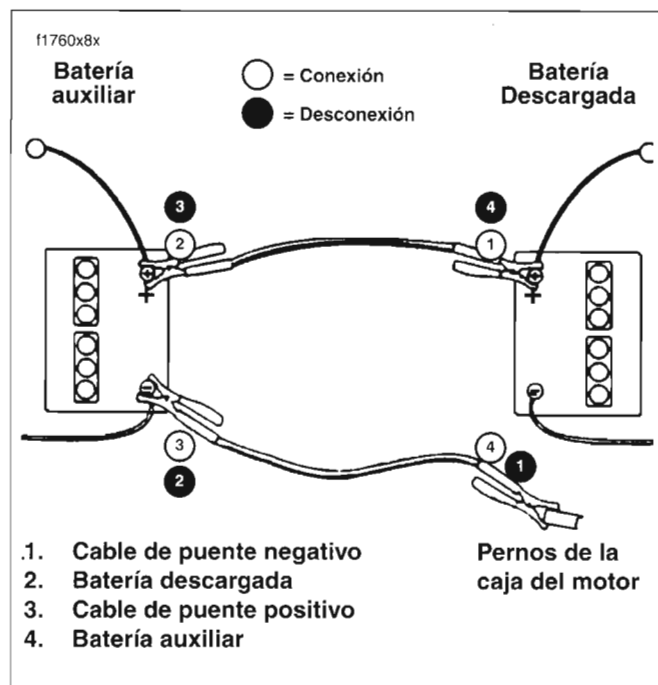

Figura 54. Conexiones de los cables de puente para el arranque
2. Vea la Figura 54. Conecte un extremo del cable de puente al terminal positivo (+) de la batería DESCARGADA.